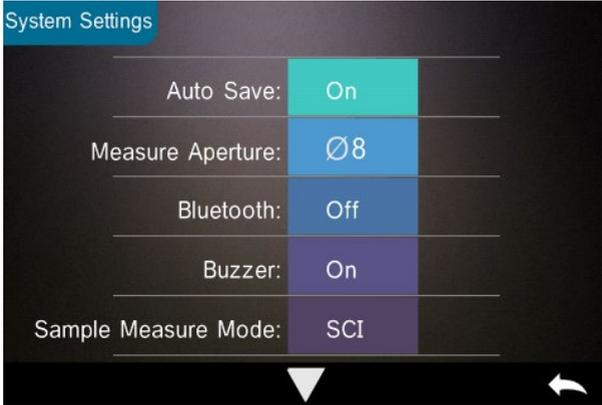

Figura 44 Configurações do sistema
Passo 3: Altere a abertura de medição *predefinida* nas Configurações do sistema (consulte a Figura 44) para que corresponda à abertura de medição efetiva. Quando se altera a abertura de medição, é fundamental recalibrar o instrumento de acordo com o procedimento indicado na Seção 2.2.